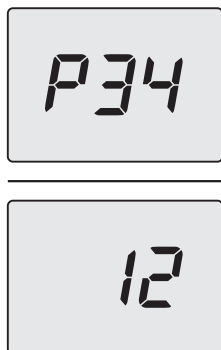

Figura 9.4
- Scorrere i vari parametri utilizzando i tasti 17 (indietro) o 19 (avanti) fino a far apparire sul display LCD le lettere **P34** che si alternano con il valore del parametro (Figura 9.4).